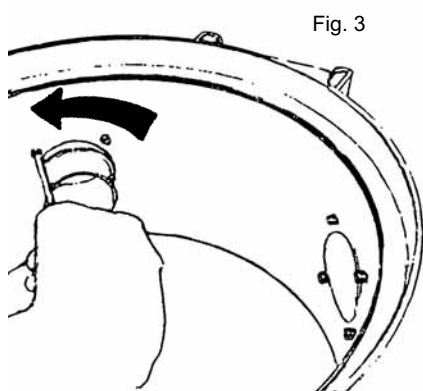

Fig. 3
1. Løsn sugerørsfatningen ved at skrue de fire Torx-skruer af med en Torx T20-skruetrækker eller en almindelig skruetrækker, fig. 3.